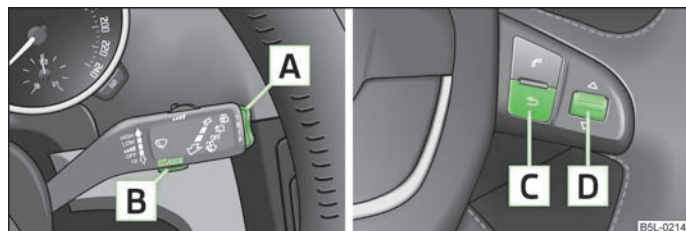

Fig. 6 Indicador multifunción: Elementos de mando en la palanca del limpiaparabrisas/elementos de mando en el volante multifunción
La conmutación de la memoria se efectúa mediante la tecla  » fig. 6 en la palanca del limpiaparabrisas o mediante la rueda de ajuste  » fig. 6 en el volante multifunción.
La tecla basculante  » fig. 6 y la tecla  se encuentran en la palanca del limpiaparabrisas. La conmutación y puesta a cero se efectúa desde el volante multifunción mediante la rueda de ajuste .
Si la temperatura exterior disminuye por debajo de +4 °C, aparecerá delante de la indicación de la temperatura un símbolo de copo de nieve (advertencia de formación de placas de hielo) y sonará una señal acústica de aviso. Después de pulsar la tecla basculante **A** en la palanca de limpiacristales » fig. 6 o la tecla **C** en el volante multifunción » fig. 6 se reproducirá la función que se ha visto como última.
En la pantalla aparece el tiempo de marcha desde la última vez que se borró la memoria. Cuando se desea medir el tiempo de marcha a partir de un momento determinado, se deberá poner en ese momento preciso la memoria a cero, pulsando para ello la tecla **B** de la palanca del limpiaparabrisas » fig. 6 o la rueda de ajuste **D** del volante multifunción » fig. 6 durante más de 1 segundo.
Cuando se desee medir el consumo medio a partir de un periodo determinado, se deberá poner la memoria a cero al principio de la medición accionando la tecla **B** en la palanca del limpiaparabrisas » fig. 6 o la rueda de ajuste **D** en el volante multifunción » fig. 6. Tras borrarla, en la pantalla aparecerán guiones en los primeros 100 metros recorridos.
En la pantalla aparece el kilometraje recorrido desde la última vez que se borró la memoria  página 15. Cuando se desee medir el kilometraje recorrido desde un momento determinado, se deberá poner en ese momento preciso la memoria a cero, pulsando para ello la tecla  de la palanca del limpiaparabrisas  fig. 6 o la rueda de ajuste  del volante multifunción  fig. 6.
La pantalla indica la velocidad media en km/h desde la última vez que se borró la memoria  página 15. Si se desea medir la velocidad media durante un periodo determinado, se deberá poner la memoria a cero al principio de la medición accionando la tecla  en la palanca del limpiaparabrisas  fig. 6 o la rueda de ajuste  en el volante multifunción  fig. 6.
-  Seleccionar con la tecla  en la palanca del limpiaparabrisas  fig. 6 o con la rueda de ajuste  del volante multifunción  fig. 6 el punto de menú **Advertencia en caso de sobrepasar la velocidad**.